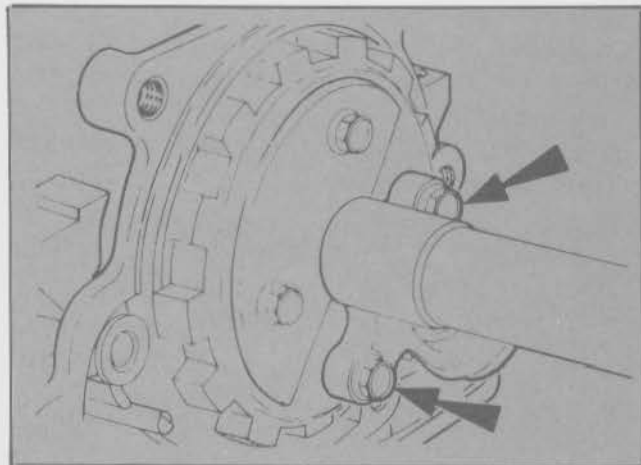

Fig. 125 - Tornillos de sujeción del gobernador
- Separar el gobernador del cubo extrayendo los dos tornillos de sujeción (Fig. 125).